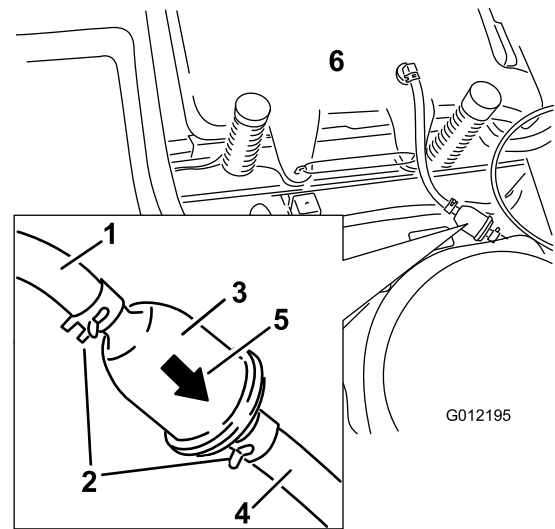

Figura 36
4. Apriete los extremos de las abrazaderas y deslícelas por el tubo alejándolas del filtro (Figura 36).
6. Instale un filtro nuevo – la flecha que indica el sentido de flujo debe apuntar hacia el motor. Acerque las abrazaderas al filtro (Figura 36) para sujetar éste.